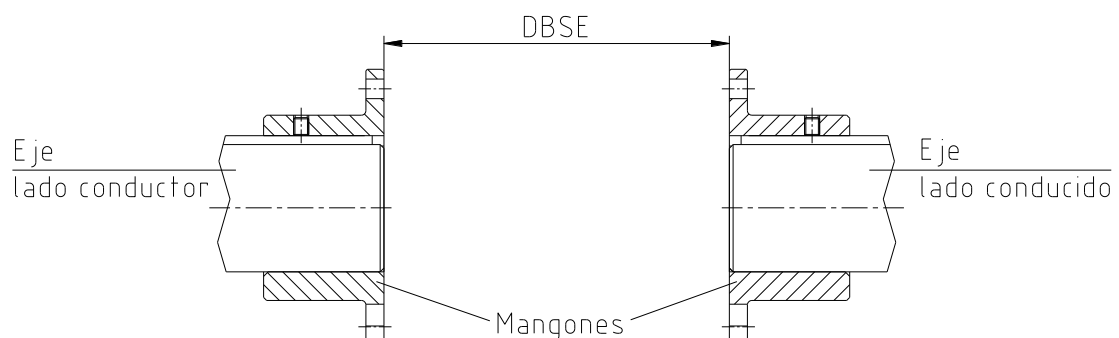

Figura 4: Montaje de los mangones
- Monte los mangones sobre el eje del lado conducido y motriz (véase figura 4).